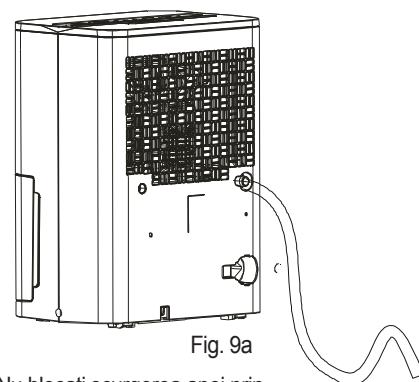
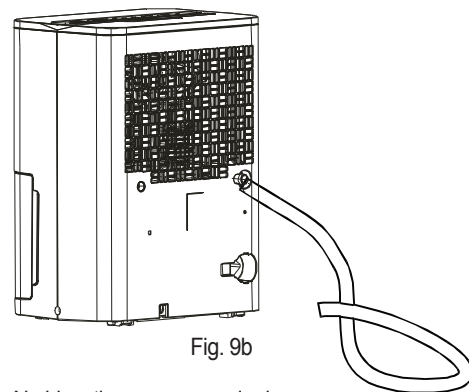

Fig. 9a
Fig. 9b
- Asigurați-vă că furtunul cade în jos și permite scurgerea apei fără probleme. Nu instalați furtunul de apă cum este arătat în Fig 9a și Fig.9b.